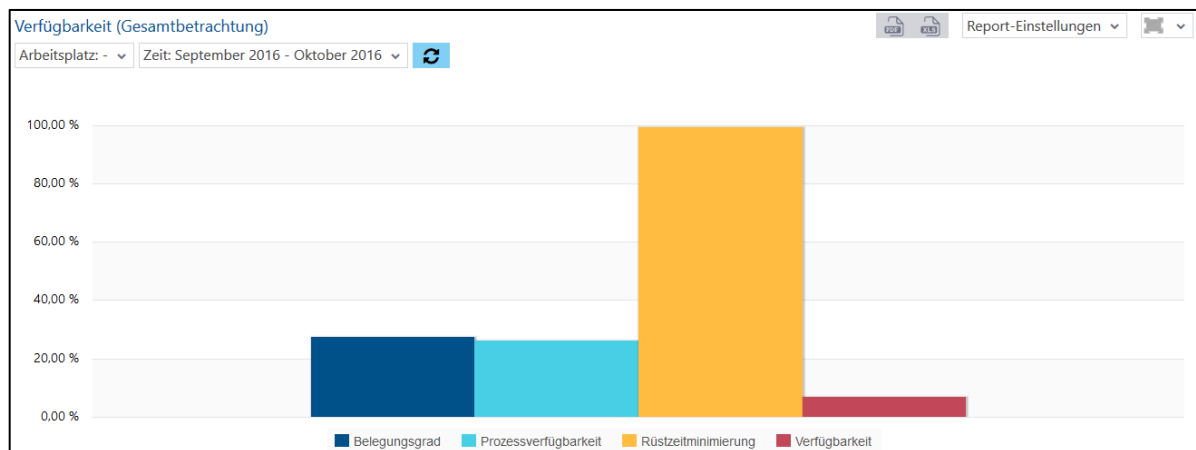

Bild 49: Verfügbarkeit als Balkendiagramm
- Verfügbarkeit als Säulendiagramm (Bild 49):